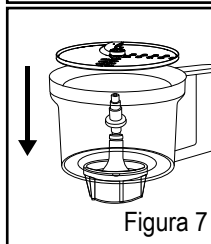

Figura 7
- 1a. Coloque uno de los dos discos reversibles para rebanar/rallar en la parte superior del eje adaptador para el disco (Figura 7).